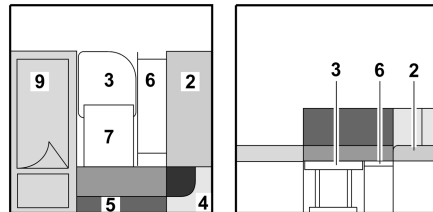

Bild 78 Während des Umbaus
- Zusatzbrett (Bild 78,7) zwischen Tisch und Bettkasten legen.
- Das Sitzpolster (Bild 78,2) anheben und auf die Bettkasten-Verlängerung (Bild 78,6) legen.